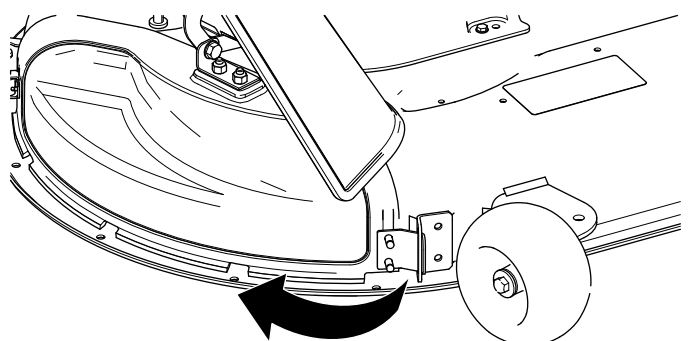

**Figure 2**
2. Inclinez la languette en métal sur le couvercle d'éjection pour la rentrer dans la fente du support qui est soudé au plateau de coupe (Figure 2).